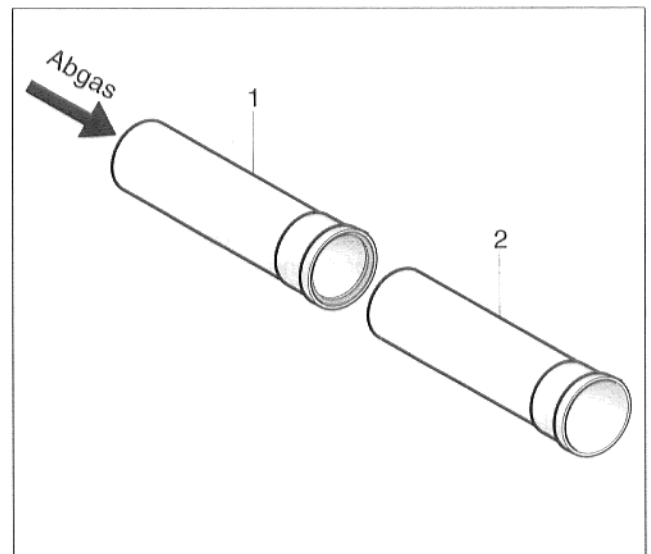

Abb. 5 Rohrverbindung
- Blaue Silikondichtung im Rohr 1 (Abb. 5, Pos. 1) leicht einfetten.
- Rohr 1 und Rohr 2 (Abb. 5, Pos. 2) mit leichter Drehbewegung ineinanderschieben. Röhre und Formstücke so zusammenstecken, daß die Muffe in Richtung des Abgasstromes zeigt.